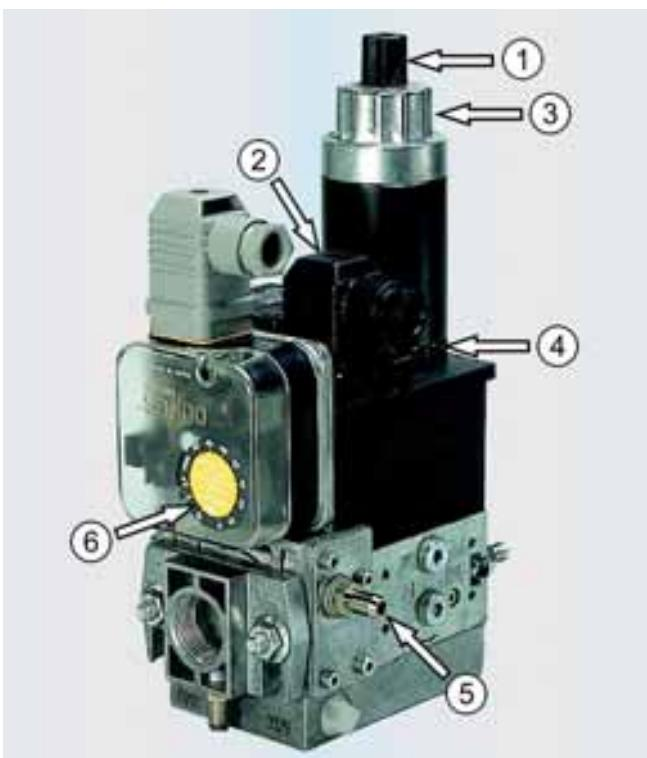

Рис. 2: Газокомпактная арматура
Описание к Рис. 2:
- Давление газа (Давление в форсунке) - винт регулятора давления газа ② (рис. 2 и 3 )
- Объём газа 2-ой ступени - на настройке клапана ③ (рис. 2 и 3 )
- Объём газа, ступень 1 - на настроичном колесе магнитного клапана ступень 1 ④ (рис. 2 и 3 )
- Пусковой объём газа – регулировочным винтом вентиля 1 ① (рис. 2 и 3 )